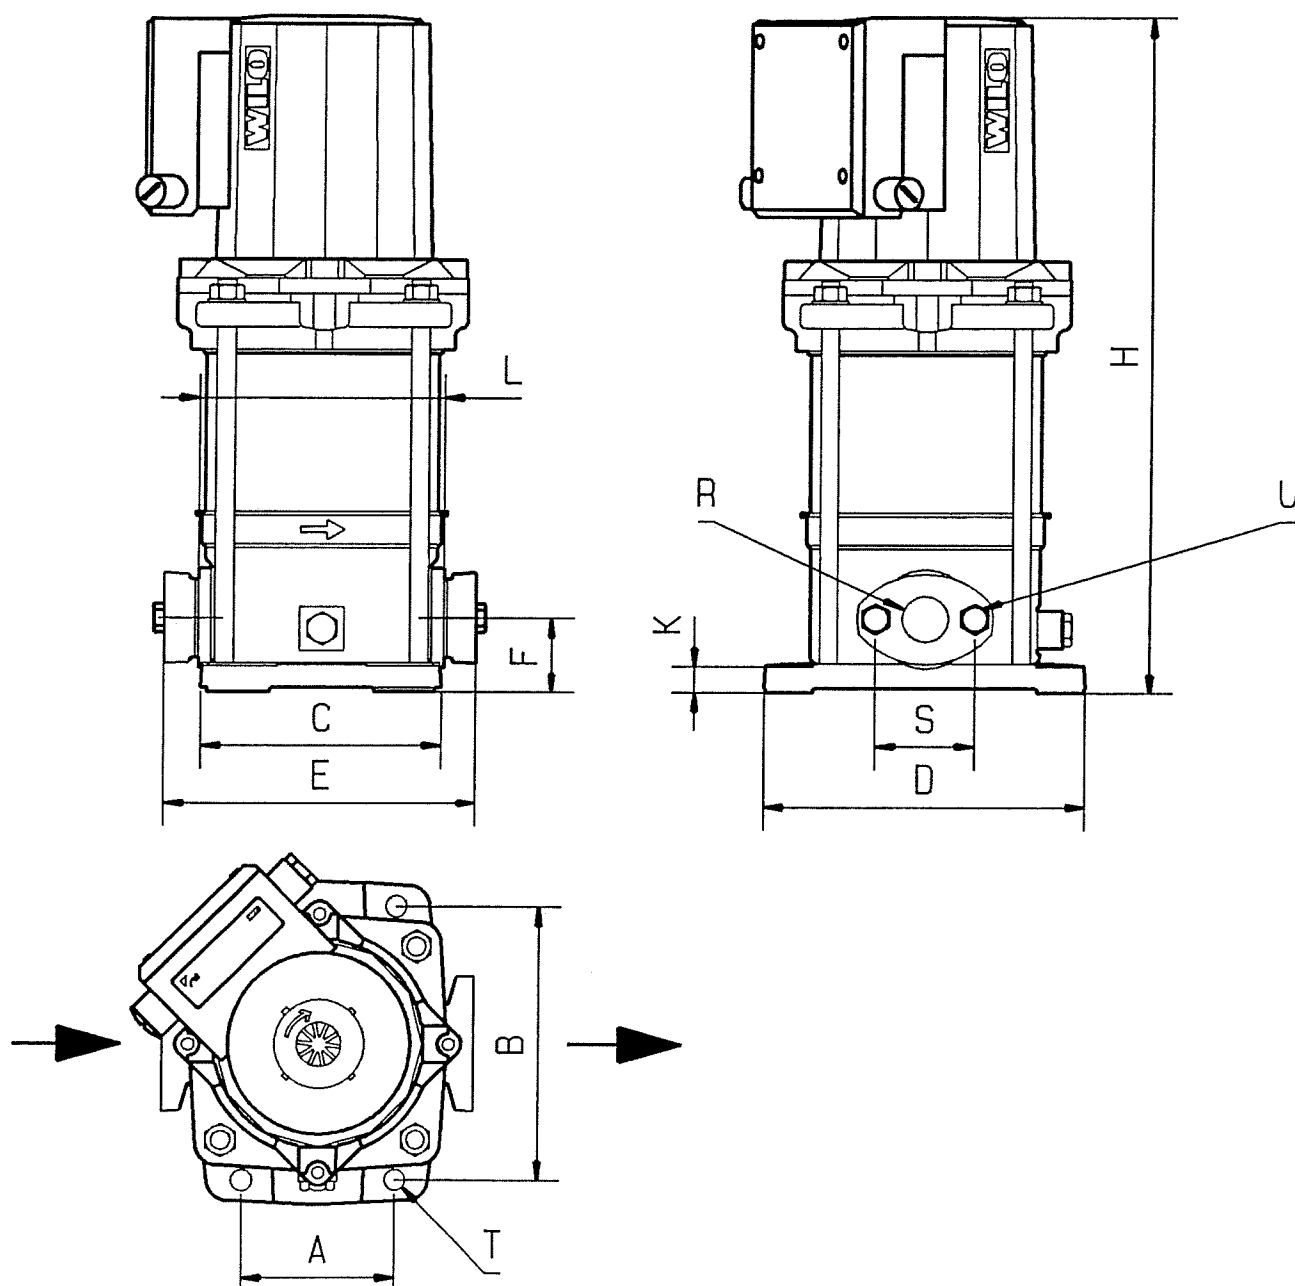

Fig. 2
- Cotele de montaj și dimensiunile racordurilor sunt cuprinse în tabelul 2 de la pct. 1.2.1 și în fig. 2.